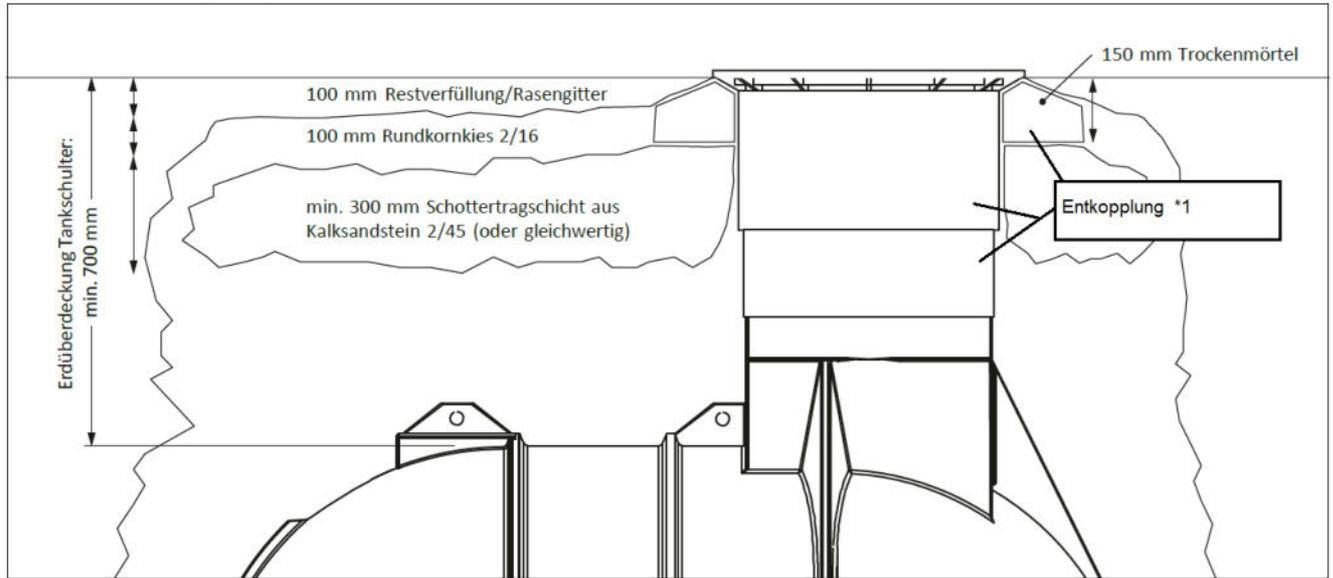

Abbildung 5: Bauseitige Herstellung eines befahrbaren Überbaus mit Teleskopdom
Der Erdtank ist für Verkehrsflächen der Klasse A nach EN 124 vorgesehen (Radfahrer, Fußgänger) und unter Einhaltung spezieller Einbaumaßnahmen PKW-befahrbar: **PKW-befahrbarer Teleskopdom (95.0050.0072)**, belastbar mit 15kN / 1500kg (niedrige Geschwindigkeit überfahrbar, Mindesterdüberdeckung der Tankschulter (Hü) = 700 mm ==> siehe Abbildung 5).
- Ergänzend zur Schottertragschicht wird **unterhalb des Rahmens des Teleskopdoms** eine ca. 150 mm hohe Unterfütterung aus Trockenmörtel (Fertigmischung aus dem Baumarkt) aufgebracht. Diese Schicht muss umlaufend min. 200 mm breit sein und ist direkt am Teleskopdom auszuführen. **Entkopplung \*1 Abbildung 5**
In ==> Abbildung 5 sind die verschiedenen Schichten am Beispiel eines Ozeanis 3300 L Erdtanks dargestellt.